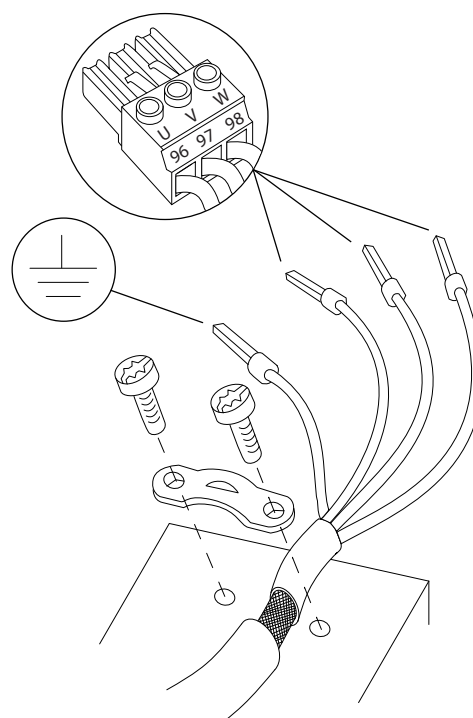

Рисунок 4.5 Подключение двигателя
- Подключите кабель заземления к ближайшей клемме заземления в соответствии с инструкциями по заземлению в *глава 4.3 Заземление*. См. *Рисунок 4.5*.
- Подключите проводку трехфазного двигателя к клеммам 96 (U), 97 (V) и 98 (W), как показано на *Рисунок 4.5*.